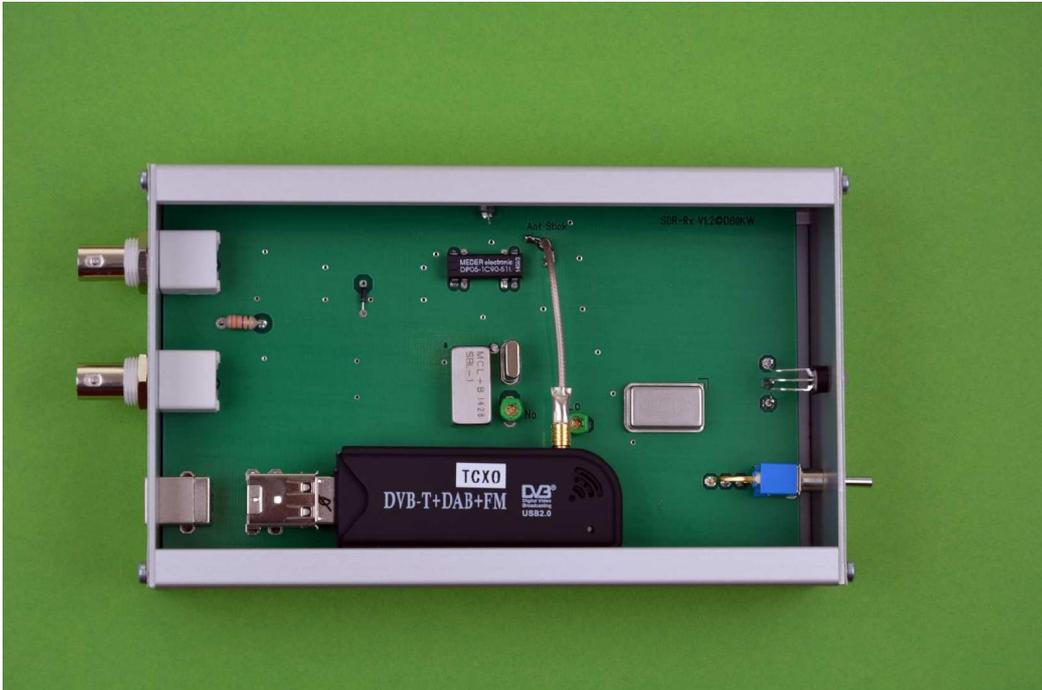

Bild 15: Ansicht der Bestückungsseite der Leiterplatte (V 1.2) mit dem DVB-T-Stick
6. **LED** mit kaum gekürzten Anschlussbeinen an K5 bis K7 anlöten. In der Höhe von etwa 13 mm über der Platine sind die Anschlussbeine in einem 90°-Winkel nach vorne umzubiegen (siehe **Bild 15**).